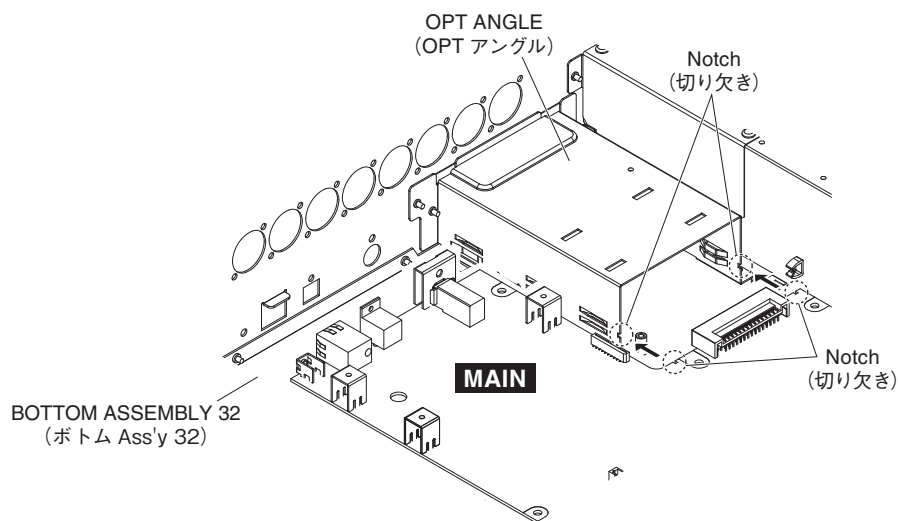

Fig. 9 (図9)
* **When installing the MAIN circuit board, align the notch of the MAIN circuit board with the notch of the OPT angle. (Fig. 9)**
※ MAIN シートを取り付けの際は、MAIN シートの切り欠きを OPT アングルの切り欠きとあわせてください。(図 9)